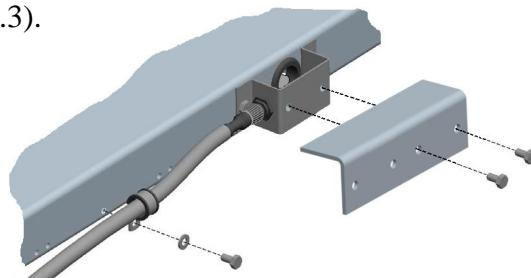

Рисунок 3.3 – Модуль взвешивающий 4D-LM. Фиксация кабеля и установка кронштейна
3.3.7 Закрепите кабель к модулю с помощью хомута, плотно затянув винт M6x10 (см. рис. 3.3).
3.3.8 Привинтите кронштейн к защитной скобе винтом M6x10 (2 шт.) для защиты разъема от механических ударов (см. рис. 3.3).